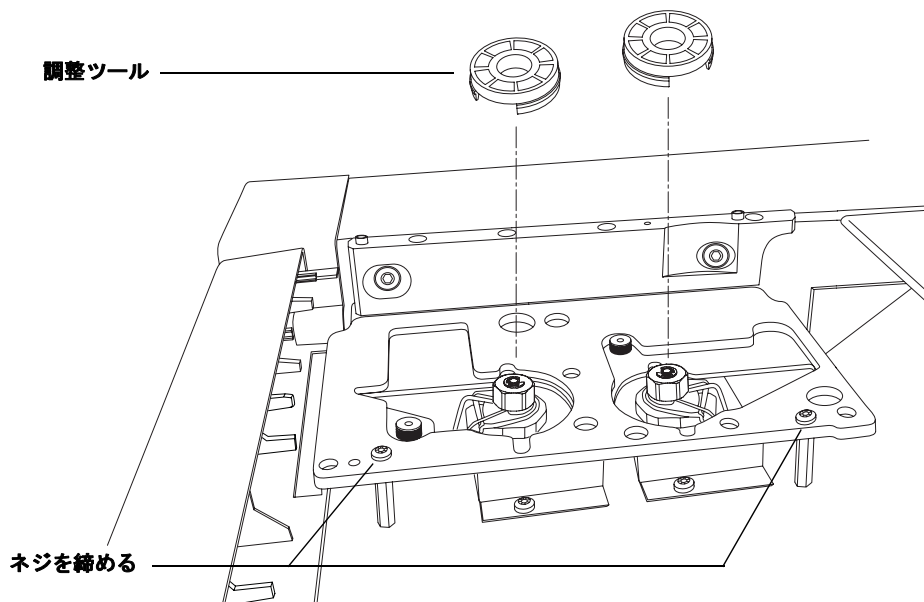

図6 インジェクタブラケットを位置合わせする
- 7 GCの注入口の上に、蜂の巣状の側を上にしてプラスチックの調整ツールを配置します。図6を参照してください。両方の調整ツールがブラケットにぴったりとはまるまでブラケットを動かします。